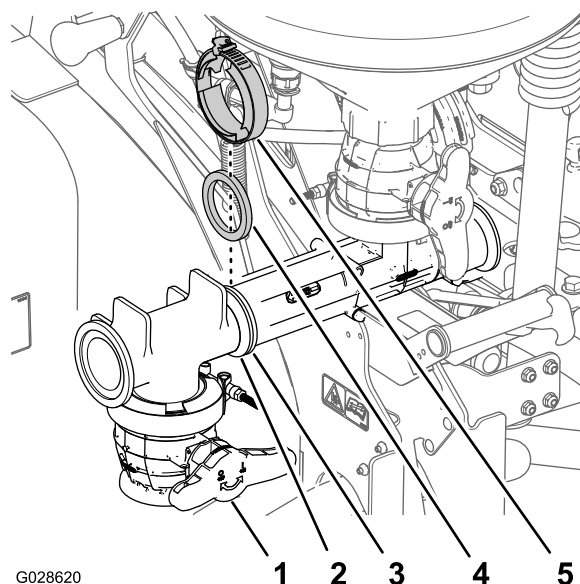

Рисунок 14
2. Присоедините тройник к эдуктору, используя прокладку и хомут фланца (Рисунок 14).
1. Совместите фланец верхнего тройника с передним фланцем эдуктора (Рисунок 14).